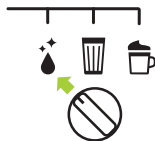

Fig. 28: Ajustar o seletor para a posição limpeza.
- Ajuste o seletor para a Posição Limpeza, coloque um copo/xícara (capacidade de 190 ml) abaixo do bico de extração (ver **Fig. 28**).